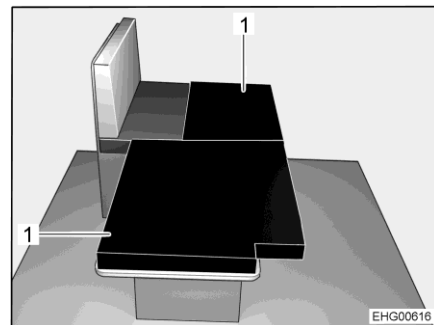

Bild 46 Nach dem Umbau
- Die beiden Zusatzpolster (Bild 46,1) wie abgebildet auf den abgesenkten Tisch legen.